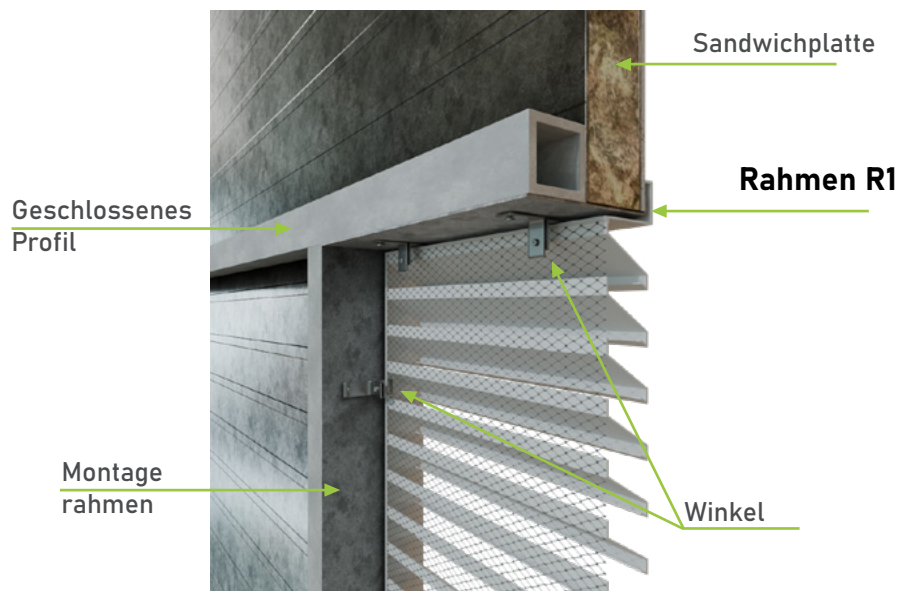

Abb. 6
- **W4** - Montage in Sandwichplatte für Lattung (Abb. 6)